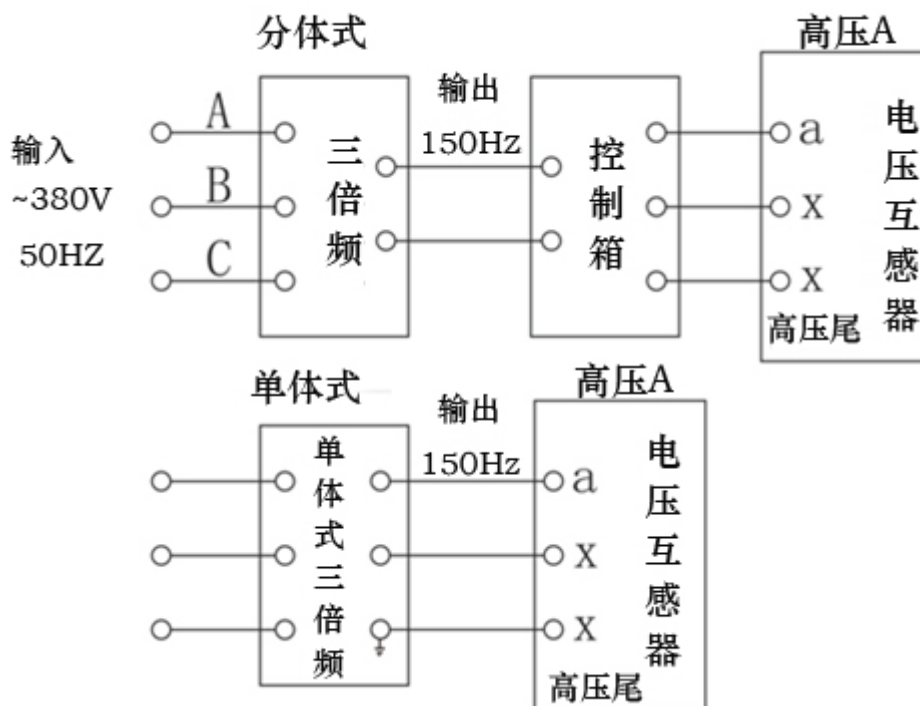

图 1
7. 此套试验设备带有多抽头的电抗器，当三倍频发生器带 JCCI 类型高压串级式电压互感器负载时，其电流由感性为容性，功率因素很低，因此，可在被试验的高压互感器某一绕组上接入可调的电抗器进行电流补偿来提高整个试验回路的功率因素，如图 1 虚线框所示。